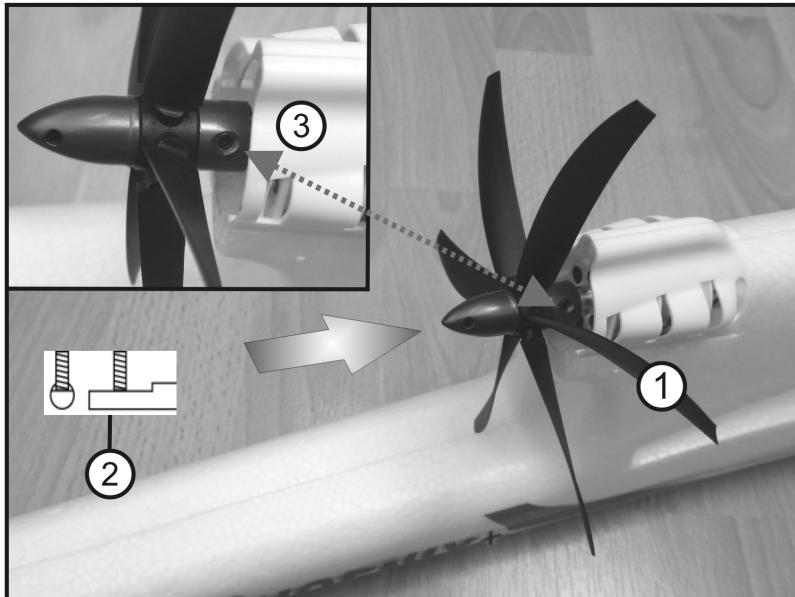

Afbeelding 5
Schuif hiervoor de meegeleverde vleugelverbinder (2) in een van de vleugels (1). De vleugelverbinder wordt later door een schroef vastgemaakt wanneer de vleugels zijn gemonteerd. Voor de montage van de vleugelverbinders moeten deze schroeven bij de eerste montage eventueel een beetje worden uitgedraaid (zie afbeelding 5).